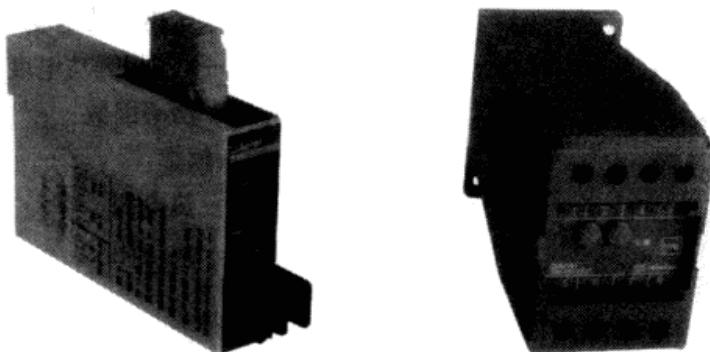

图 224 BD 系列电力变送器外形
(1) 型号说明
(2) 技术指标（表 105）
(3) BD 系列电力变送器外形（见图 224）